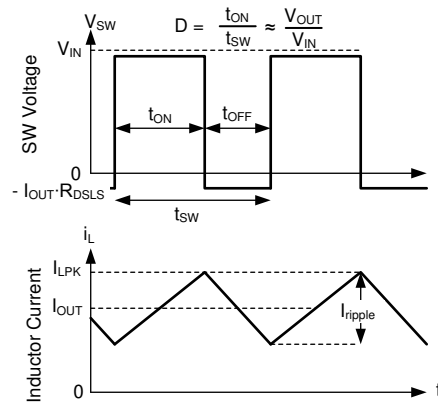

図 7-15. 連続モード (CCM) における SW 電圧とインダクタ電流の波形
本デバイスの以下の動作の説明は、セクション 7.2 と以下の波形 (図 7-15) を参照しています。CCM では、本デバイスは、内蔵ハイサイド (HS) およびローサイド (LS) NMOS スイッチを各種デューティ・サイクル (D) でオンにすることで、出力電圧のレギュレーションを実現します。HS スイッチのオン時間の間、SW ピンの電圧 ( $V_{SW}$ ) は  $V_{IN}$  の付近までスイングし、インダクタ電流 ( $i_L$ ) は線形的な傾きで増加します。HS スイッチは、制御ロジックによってオフにされます。HS スイッチのオフ時間 ( $t_{OFF}$ ) の間、LS スイッチはオンにされます。インダクタ電流は LS スイッチを通して放電され、LS スイッチの両端の電圧降下によって  $V_{SW}$  をグラウンドの下まで強制的にスイングさせます。一定の出力電圧を維持するため、コンバータ・ループはデューティ・サイクルを調整します。D は、HS スイッチのオン時間をスイッチング周期で割った値として次のように定義されます。